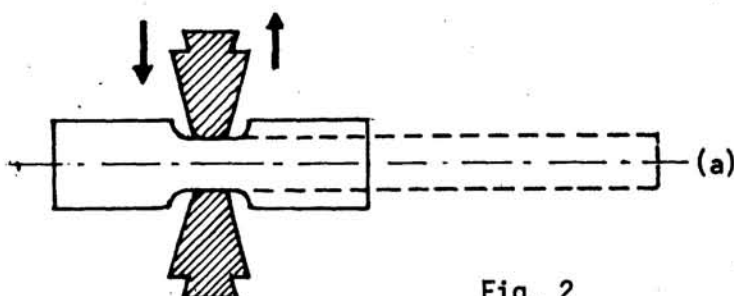

Fig. 2
- a Ordene golpear hasta provocar la deformación deseada sobre dos caras de la barra (fig. 2).